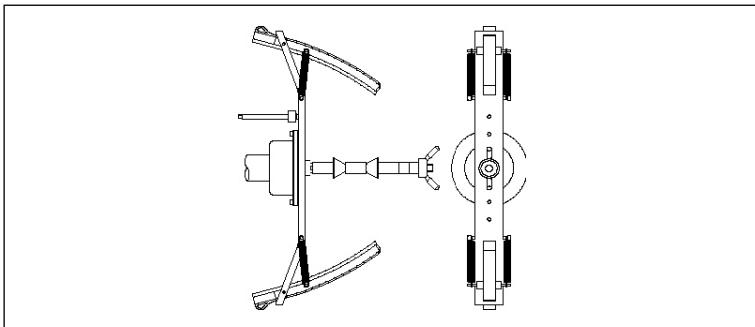

図 F4.2 校正用バランスウエイトをクリップの内側に置く（Cal2 段階）
- 8) 停止後、h12-cal が表示されます。図 F4.2 に示すように、内側にある「CAL」とマークされた穴に校正用バランスウエイトを置きます。
- 9) 図 F4.2 のように、校正用バランスウエイトが上部に置かれているクリップを垂直状態に調整し、[P8]  ボタンを押すか、保護カバーを下げます。